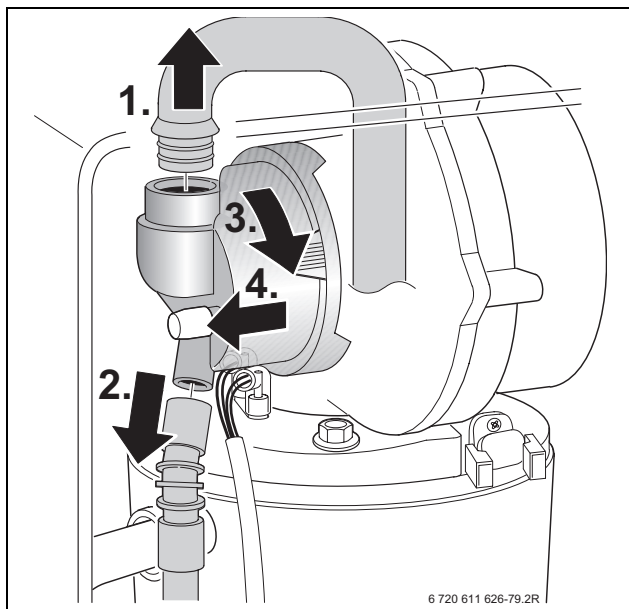

Bild 47
- Saugrohr ausbauen und Gasrohr an der Mischeinrichtung abziehen, → Bild 47.
- Mischeinrichtung [1] nach Bild 47 ausbauen.